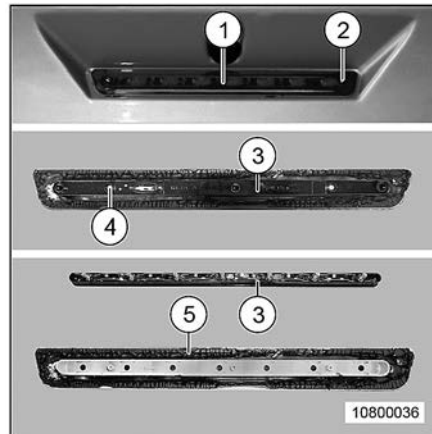

Fig. 177 Troisième feu de freinage
- Pour remonter le troisième feu de freinage (Fig. 177/1), appliquer du mastic d'étanchéité frais (Fig. 177/5). Le mastic d'étanchéité est en vente chez les partenaires de service Carthago.
1. Desserrer les vis (Fig. 177/2) du troisième feu de freinage (Fig. 177/1).
2. Retirer le troisième feu de freinage (Fig. 177/1). En raison du mastic d'étanchéité, ceci demande un peu d'énergie est nécessaire.
3. Sur la face arrière du troisième feu de freinage (Fig. 177/1), retirer les vis (Fig. 177/4) de la baguette en plastique (Fig. 177/3).
4. Enlever la baguette en plastique (Fig. 177/3) et remplacer l'ampoule.